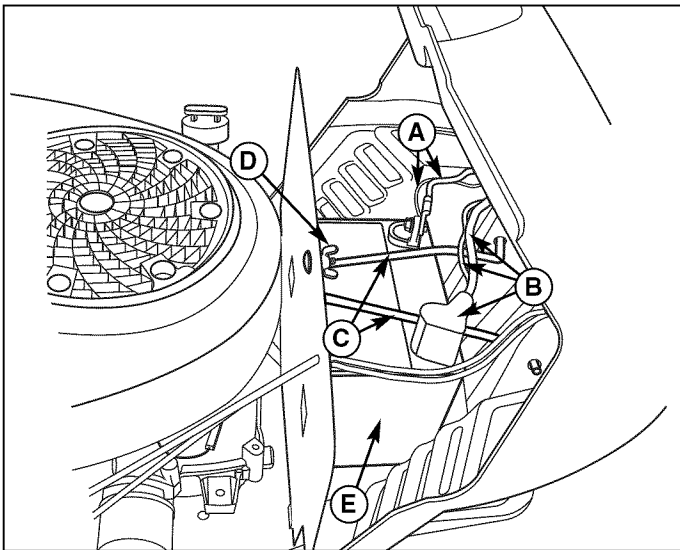

Figura 9. Mantenimiento de la batería
1. Desconecte los cables de la batería, los negativos primero (A, Figura 9) y, luego, los de la tapa y los positivos (B).